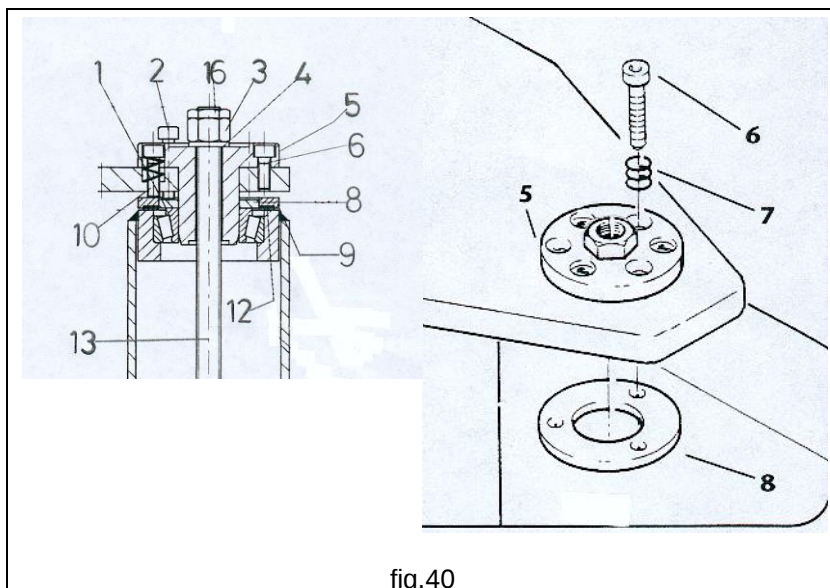

fig.40
5. Insertar la barra roscada **13** en los pernos **5**, bloquearla con las arandelas **4** y las tuercas autoblocantes **3-16** con atención al paralelismo de las placas **4** (fig.40).
6. Insertar en los agujeros restantes de la brida de los pernos **5**, los resortes **7** y los tornillos **6** verificando con atención que el vástago de los tornillos se coloque en los asientos adecuados en los discos de registro cojinete **8** (fig.40).